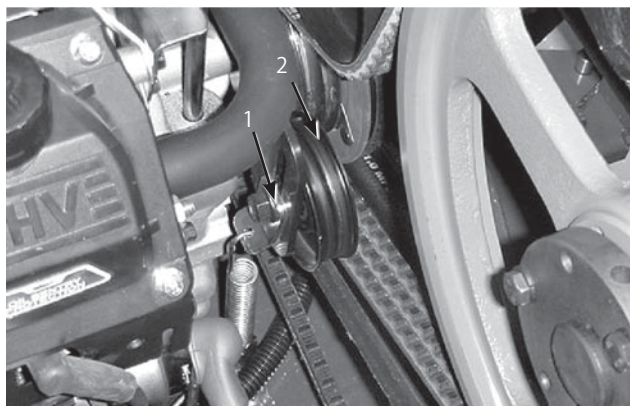

図58
3. ポンプ・ベルトのアイドラ (図58) を動かせる程度にボルトをゆるめる。